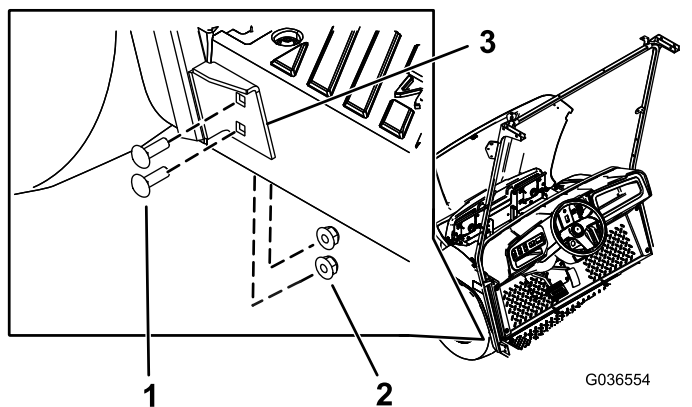

図 26
4. 左右の風防サポートの下側ブラケットを機体に固定するキャリッジボルト5/16 x 1 インチ4本とフランジナット5/16 インチ4個を使用してステップ1で開けた穴に取り付ける図 26。